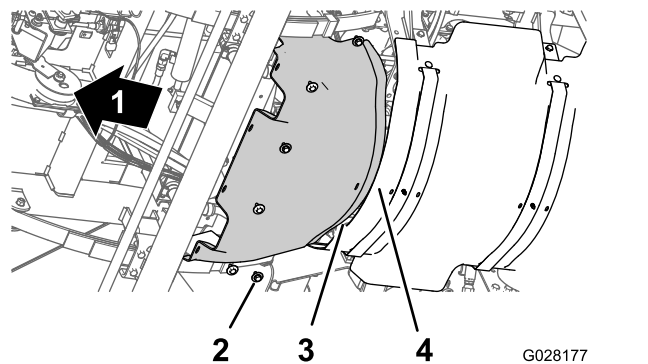

図 62
1. 前側防熱シールドの後部フランジを後防熱シールドの前側フランジに合わせる 図 62。
2. 前側防熱シールドの穴を、シャーシのねじ穴に合わせる 図 62。
3. 前側防熱シールドを機体に固定するソケットボルト6本とワッシャ6枚 図 62 ステップ 前側防熱シールドを取り外す (ページ 45), 3 で外したものを使用する。